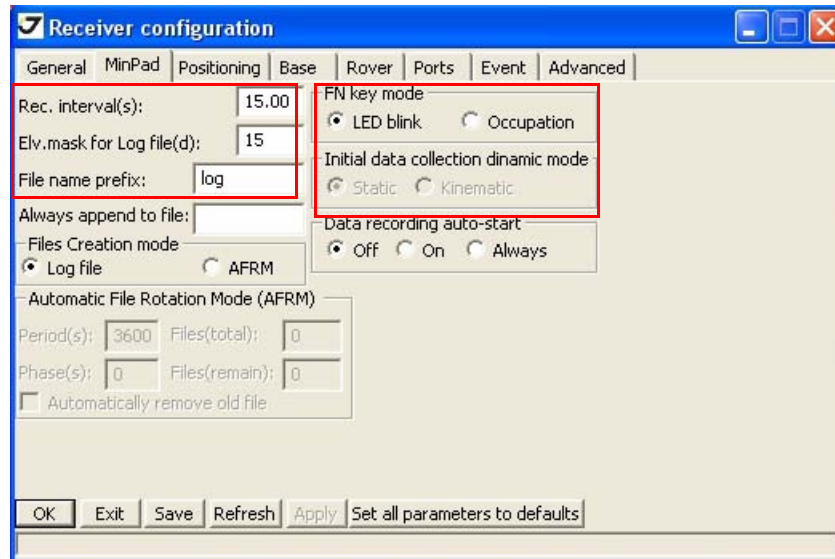

Рисунок 3-3. Настройки приемника – MinPad для записи данных
5. Перейдите в закладку *MinPad* и настройте следующие параметры (Табл. 1), а затем нажмите *Apply* (Рисунок 3-3 на стр. 29).